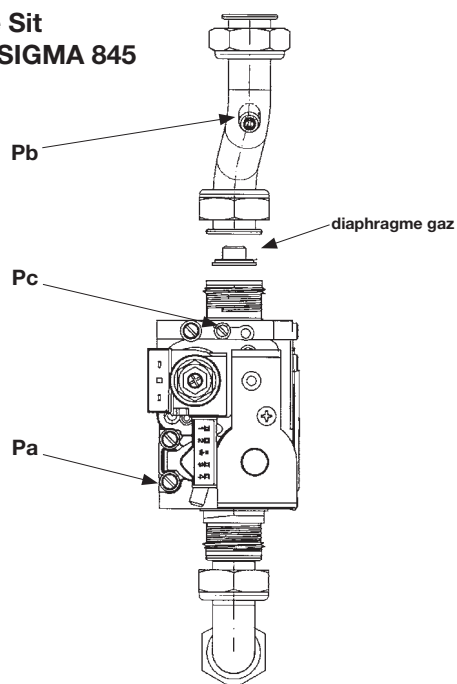

Figure 11
- relier la prise de pression positive d'un manomètre différentiel, si possible à eau, à la prise de pression (**Pb**) de la soupape du gaz (figure 11). Brancher la prise négative - des modèles à chambre étanche - du manomètre à un "T" afin de relier la prise d'équilibrage pression de la chaudière, la prise d'équilibrage pression de la vanne gaz (**Pc**) et le manomètre. (On obtient le même résultat en reliant le manomètre à la prise de pression (**Pb**) sans le panneau avant de la chambre étanche);
- Vérifier que la pression d'alimentation de la chaudière, mesurée à la prise de pression (**Pa**) de la vanne gaz (Figure 11) est correct (**37 mbar** pour le gaz **propane**, **28 mbar** pour le gaz **butane**, **20 mbar** pour le gaz **méthane** ou **25 mbar** pour le gaz **G25**);